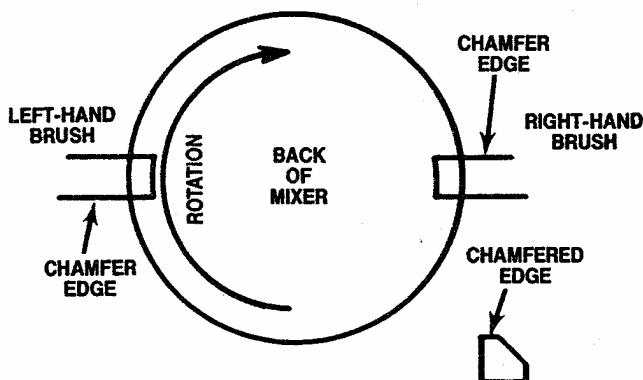

Abb. 34: Ausrichtung der Bürstenhalter-Einsätze, von hinten auf das Motorgehäuse gesehen.
B. Einsätze der Kohlebürstenhalter ebenfalls reinigen und trocknen. Einsätze wieder einsetzen. Von hinten auf das Motorgehäuse gesehen müssen sie wie in Abb. 34 ausgerichtet sein.